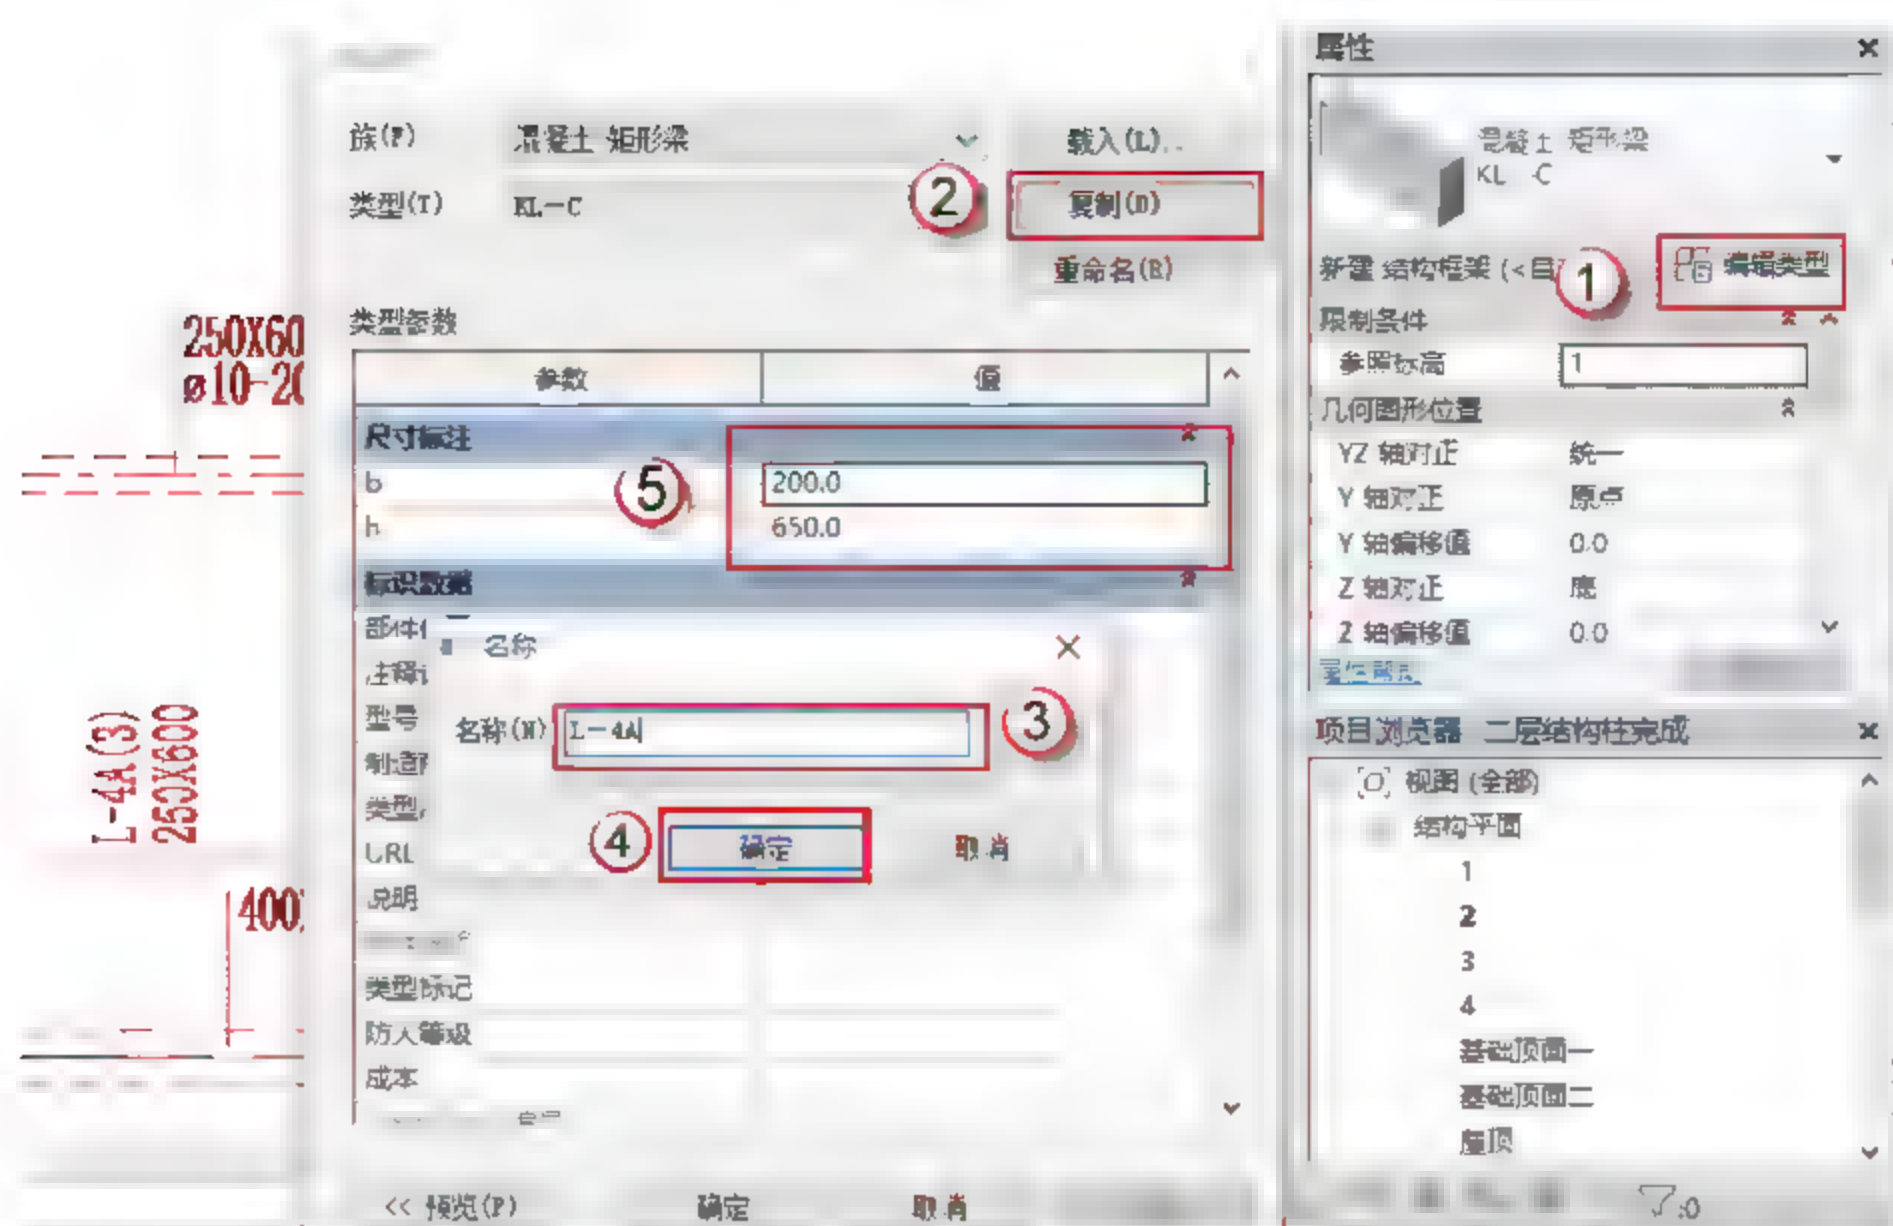

图 4.2.92 设置 L-4A 参数
(17) 设置矩形梁 L-4A 参数，按快捷键 B+M，出现绘制的界面，单击“编辑类型”按钮，在弹出的对话框中单击“复制”按钮，再在弹出的对话框中命名新的族 L-4A，单击“确定”按钮。在“尺寸标注”栏设置参数，如图 4.2.92 所示。